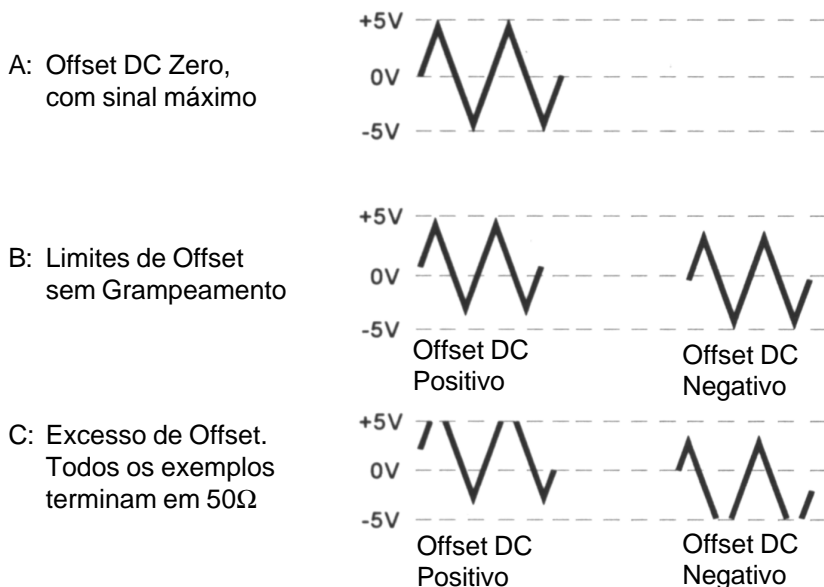

Figura 4: Uso do Controle DC OFFSET
- A. O controle DC OFFSET pode fornecer até $\pm 10V$ em circuito aberto ou $\pm 5V$ com carga de 50Ω . Lembre-se de que a composição do sinal AC mais o DC Offset também é limitada em $\pm 10V$ em circuito aberto ou $\pm 5V$ com carga de 50Ω . O grampeamento ocorre quando estes níveis limites são alcançados. A Figura 4 ilustra as várias condições de operação encontradas quando se usa o DC Offset. Se o sinal de saída desejado for alto ou se um nível alto de DC Offset for usado, um osciloscópio deve ser usado para assegurar que a combinação desejada seja obtida sem grampeamento. Manter o controle AMPL na metade inferior da faixa de ajuste reduz a probabilidade de grampeamento.